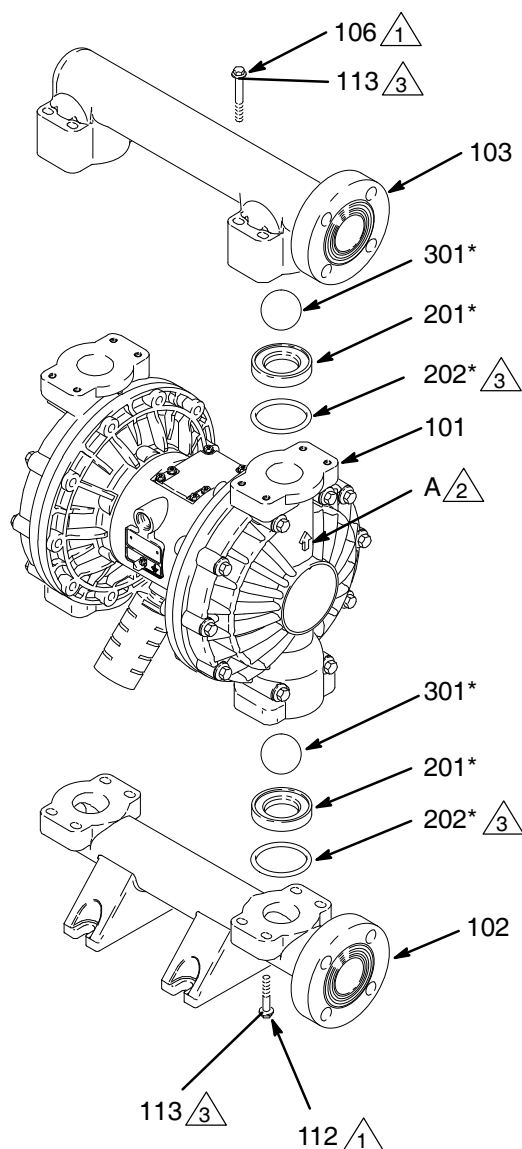

рис. 11
3. С помощью торцевого ключа на 10 мм извлеките восемь болтов (106) и шайбы (113) крепящих выпускной коллектор (103) к крышкам секции жидкости (101). См. рис. 11.
4. Извлеките из коллектора седла (201), шарики (301) и уплотнительные кольца (202).
2. Выполните сборку в обратной последовательности, соблюдая все примечания на рис. 11. Убедитесь в том, что шаровые обратные клапаны собраны **в точности**, как показано на рисунках. Стрелки (А) на крышках (101) секции жидкости **должны** указывать на выпускной коллектор (103).